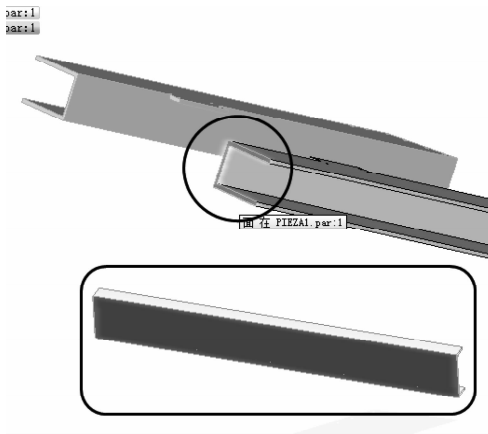

图 8-10 面对齐配合
- (2) 【零件】透明区域状态下为智能装配状态，智能装配状态下的相关关系不用单击，配合【零件 3】与【零件 1】时，单击【零件 3】的背部和【零件 1】的侧面，使【零件 3】贴在【零件 1】和【零件 2】侧面上，如图 8-10 所示。